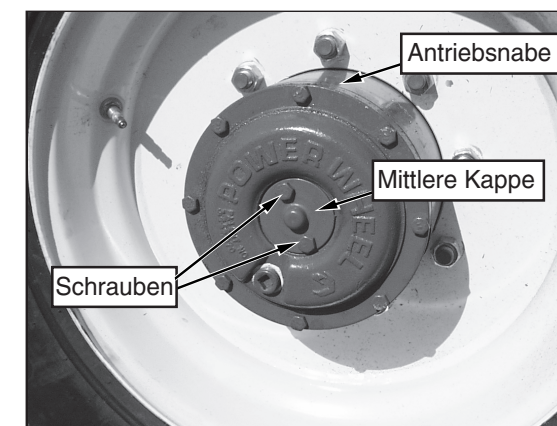

Abbildung 7: Antriebsnabe (gezeigt: Betriebsstellung)
2. Mit Bezug auf Abbildung 7 alle vier Antriebsnaben